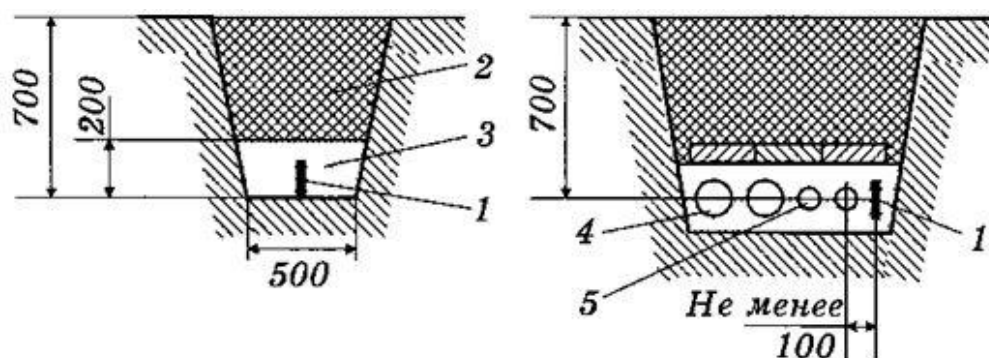

Рис. 5. Прокладка горизонтальных заземлителей в земле.
10. Назовите элемент 1, изображенный на рис. 5: